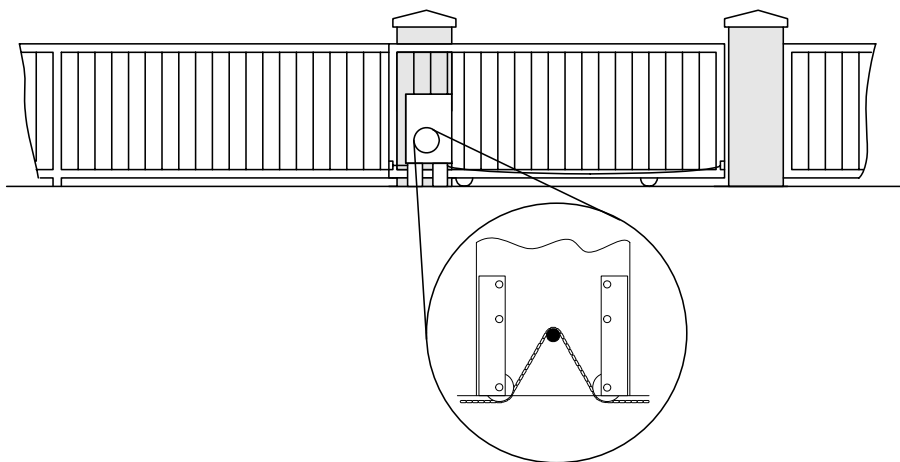

Figura 15
2. Encamine la cadena a través del operador de puerta: debajo la rueda guía de la cadena y por encima de la rueda dentada (Figura 15).